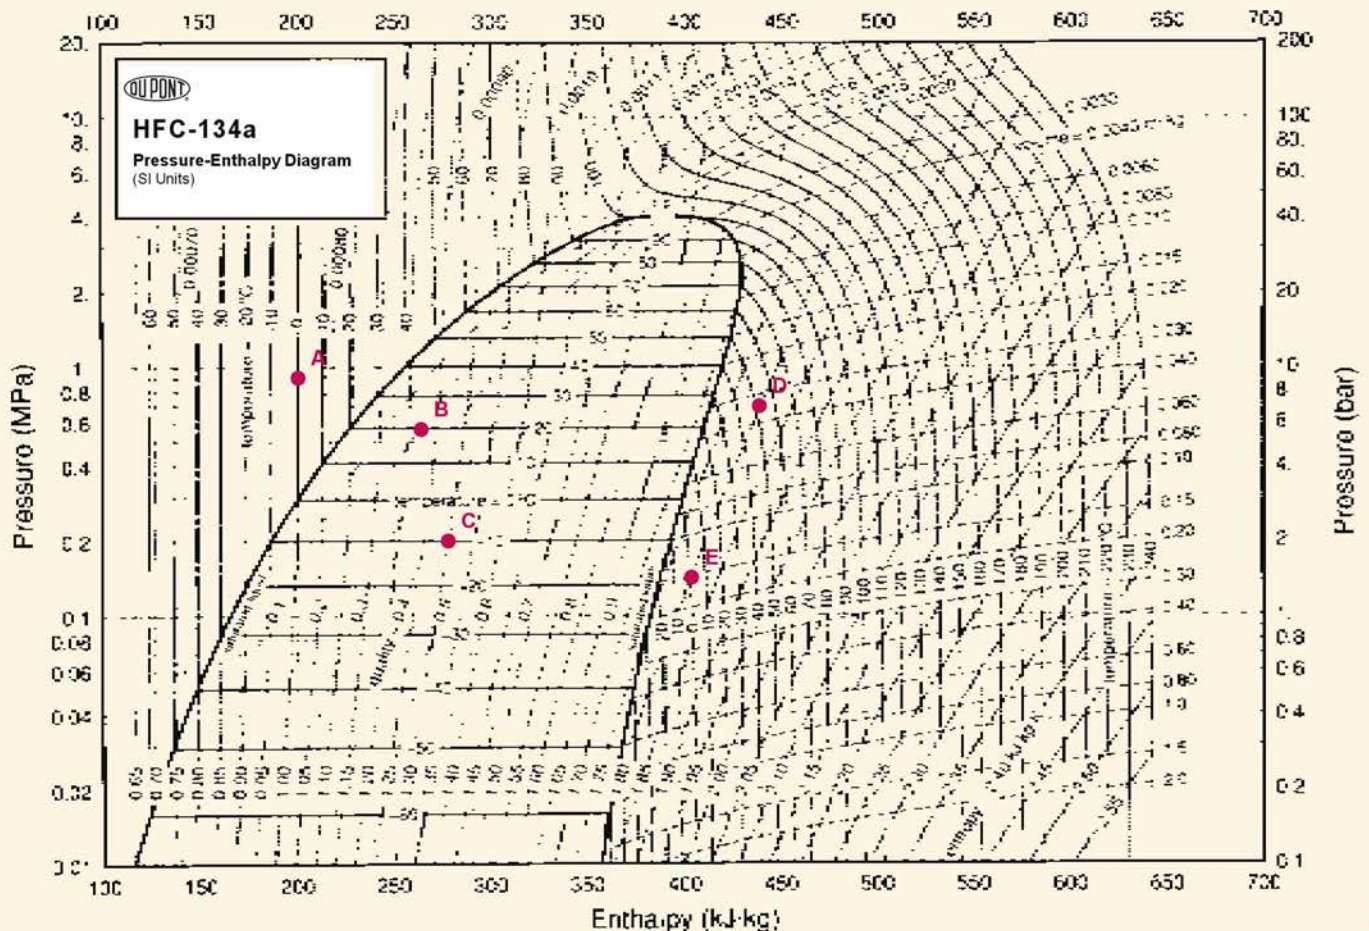

Figura 5.10. Puntos del diagrama frigorífico (cortesía de Dupont)
- 5.16.** Para los puntos marcados en el diagrama de la Figura 5.10., completa la siguiente tabla: